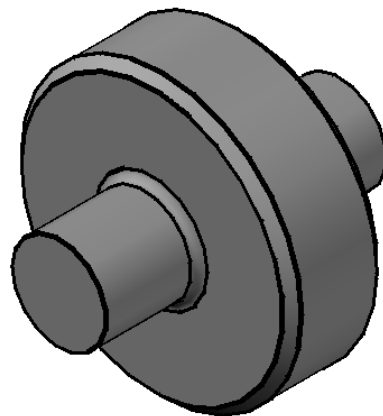

Рис.15 – Тело вращения
5.8 Просмотреть как выглядит полученная деталь вращения (см. рис. 15)